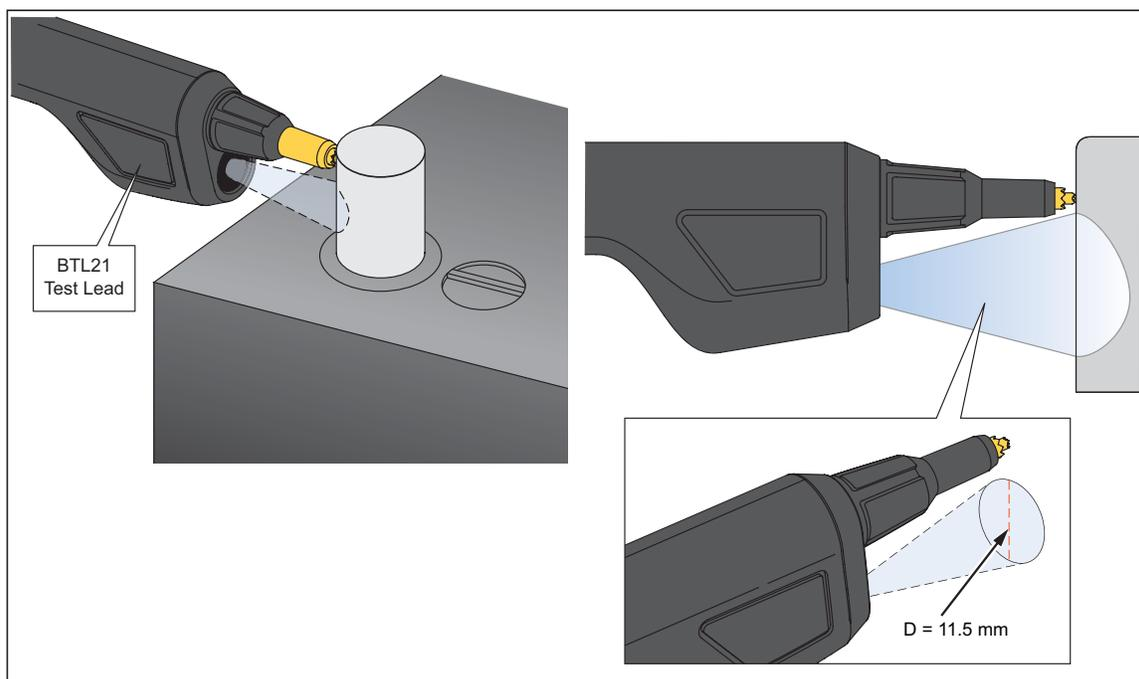

Рис. 4-6. Измерение температуры полюса батареи
2. Отрегулируйте положение щупа, чтобы весь поток ИК-излучения падал на полюс батареи. См. рисунок 4-6.